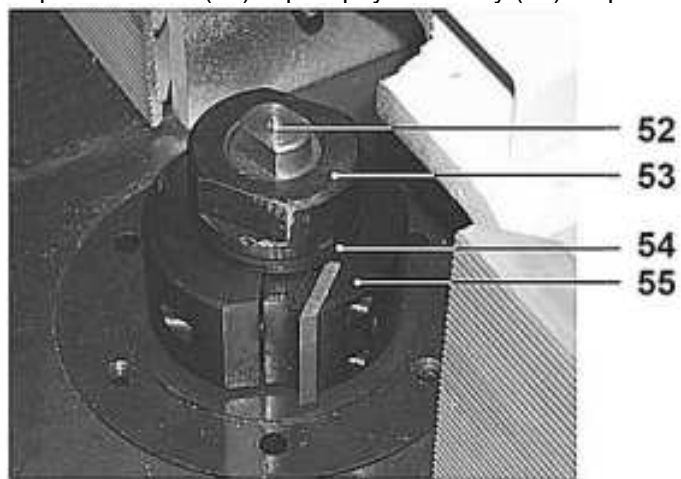

Рис. 7
8.5.3. На вставку шпинделя (52) установите фрезерную головку (55) или насадную фрезу. Выше фрезерной головки (55) при необходимости установите наборные шайбы (54) так, чтобы перекрыть 1-2 оборота резьбы на вставке шпинделя (52). В противном случае, вам не удастся закрепить фрезу или фрезерную головку (55) гайкой (53), Рис.7.
8.5.3. При выполнении фрезерования не на всю высоту заготовки (например, выборка паза и т.д. - нижняя часть заготовки не обрабатывается) на вставке шпинделя (52), перед фрезой или фрезерной головкой (55) установите наборные шайбы (54). Фрезерную головку (55) закрепите, как указано в пункте 8.5.2, Рис.7.